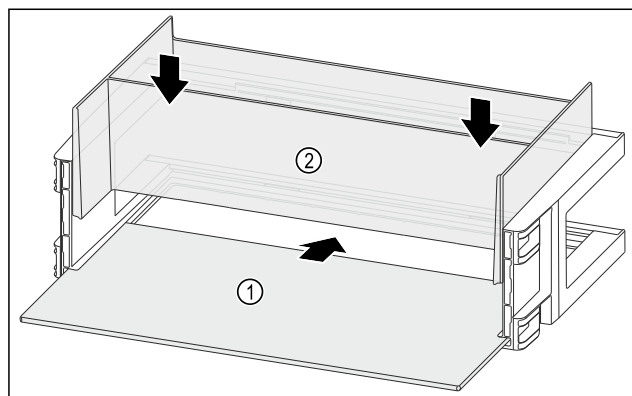

Fig. 98
- ▶ Odlagalno polico Fig. 98 (1) vstavite v stranske utore.
- ▶ Vstavite organizator Fig. 98 (2).